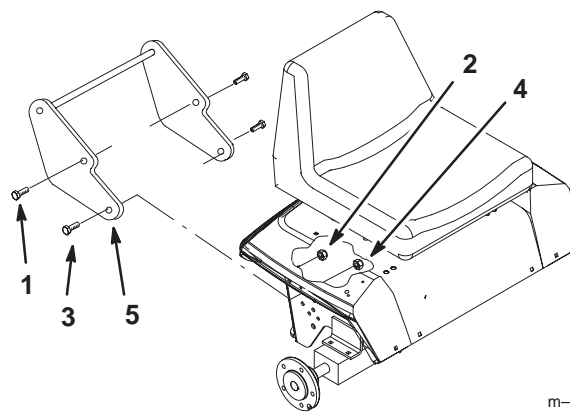

Figure 3
3. Montez le dispositif d'attelage rapide sur le tracteur à l'aide de 2 boulons de carrossier (3/8 x 1") insérés dans les trous arrière et immobilisés par 2 contre-écrous (3/8") (Fig. 3).
4. Placez 2 boulons de carrossiers (1/2 x 1-1/4") dans les trous avant. Fixez les boulons avec 2 contre-écrous (1/2") (Fig. 3).